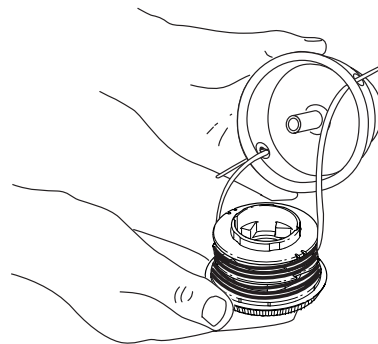

Fig. 53
- Insérez les extrémités du fil du moulinet intérieur neuf dans les œillets de la bobine extérieure (Fig. 53). Enfoncez le moulinet intérieur neuf, flèche vers le haut, dans la bobine extérieure.